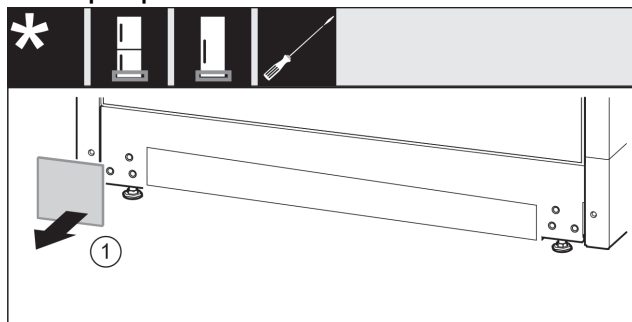

Fig. 15
- ▶ Зніміть кришку Fig. 15 (1).